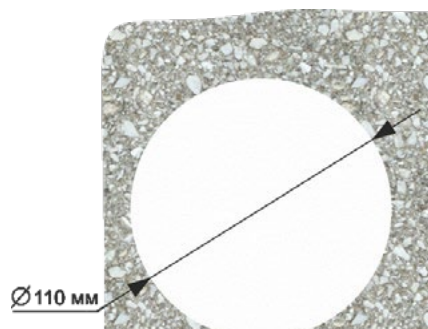

Рис.15
1. Коронкой по бетону диаметром 110 мм в стене просверлить отверстие (см. рис.15). Глубина готового отверстия в стене должна быть не менее 42 мм. Этой глубины достаточно для установки монтажной коробки.